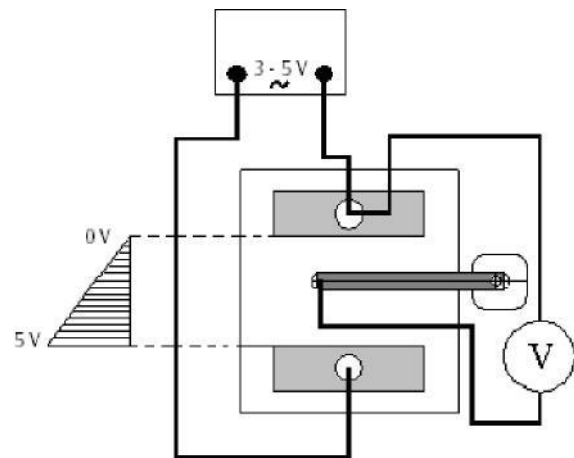

Fig. 1 Struttura dell'esperimento
- Collocare la vasca su un foglio di carta millimetrata e predisporre la struttura dell'esperimento, come da fig. 1.